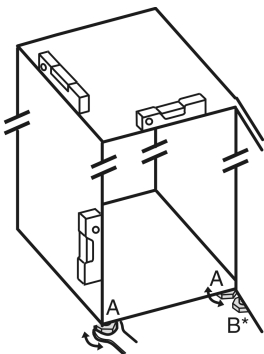

Fig. 6
- ▶ Stellfuß Fig. 6 (A) mit beiliegendem Gabelschlüssel und mit Hilfe einer Wasserwaage herausdrehen, bis das Gerät fest und ebenstehend ausgerichtet ist.
- ▶ Stellfuß Fig. 6 (B) am Lagerbock mit beiliegendem Gabelschlüssel herausdrehen, bis er auf dem Boden aufliegt.
- ▶ Stellfuß Fig. 6 (B) um 90° weiter drehen.